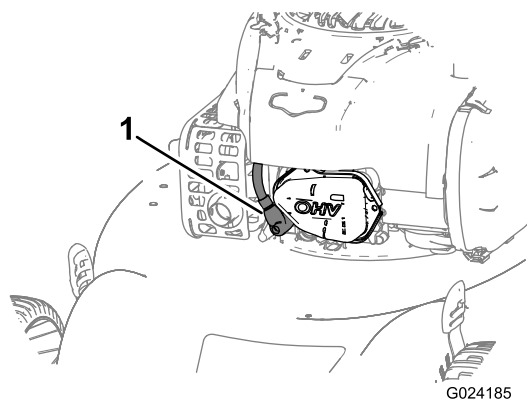

Bild 16
2. Ziehen Sie das Zündkabel von der Zündkerze (Bild 16) ab, bevor Sie Wartungsarbeiten ausführen.